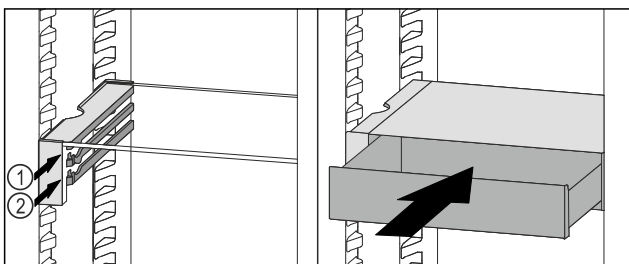

Fig. 170
- ▶ VarioSafe-Schubfach hinter den Stopperrn auf gewünschter Rippe *Fig. 170 (1)* oder *Fig. 170 (2)* aufsetzen.